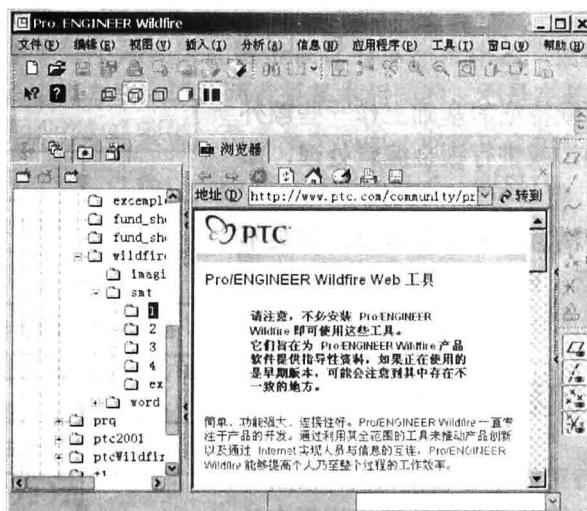

图 1-4
(1) 启动 Pro/ENGINEER，软件界面显示如图 1-4 所示。